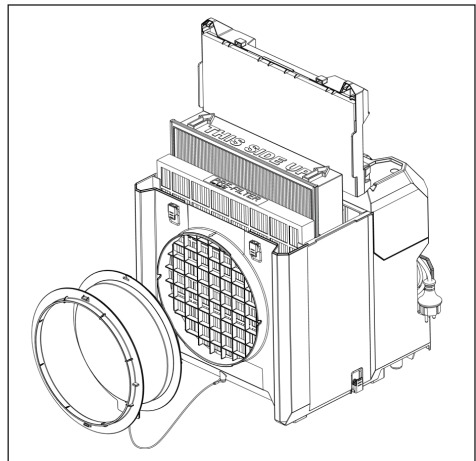

Fig. 5: Udskiftning af filtre
- ▶ Indsæt et nyt forfilter eller hovedfilter som vist på fig. 5.